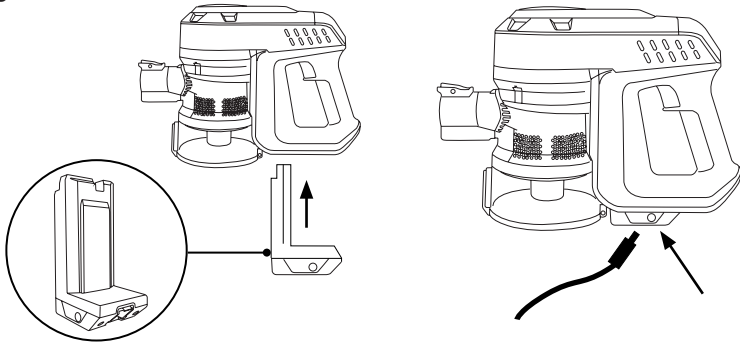

Fig.2
- El aspirador de mano está diseñado de tal forma que permite la inserción de los siguientes accesorios: (use la combinación que más se ajuste a sus necesidades). (Fig.2).